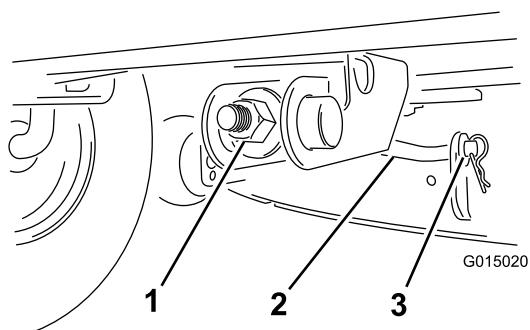

Figura 33
- Rimuovete la coppia e la rondella dall'asta di supporto frontale (Figura 33), quindi abbassate con cautela la parte anteriore del piatto di taglio fino al suolo.
10. Montate l'asta di sostegno anteriore sul piatto di taglio con la rondella e la coppiglia (Figura 33).